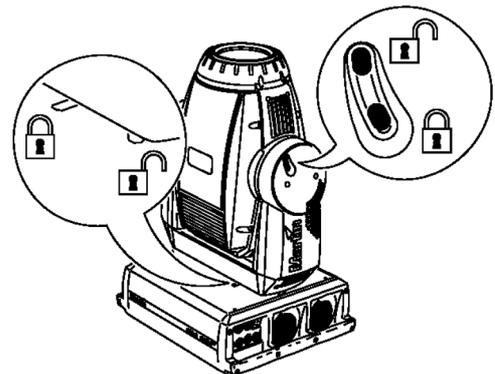

Bild 1: Transportsicherungen
Der Kopf und der Bügel können für Transport- oder Servicezwecke blockiert werden. Die Transportsicherungen sind in Bild 1 dargestellt. Die Transportsicherungen müssen vor Inbetriebnahme des Geräts gelöst werden.
2. Verriegeln Sie die Transportsicherungen, wie in Bild 1 dargestellt.